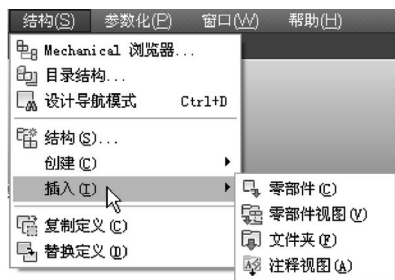

图 7-23 插入零部件的四个子命令
- ◆ 菜单栏：选择“结构 | 插入”菜单，在其下选择相应的子菜单，如图 7-23 所示。